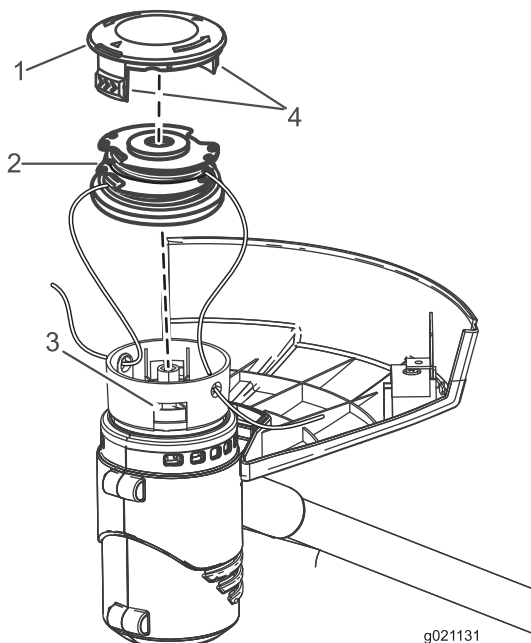

Figure 19
2. Appuyez sur les languettes de chaque côté du chapeau de fixation de la bobine (Figure 19).
2. Retirez la bobine. Voir Remplacement de la bobine (Figure 19).